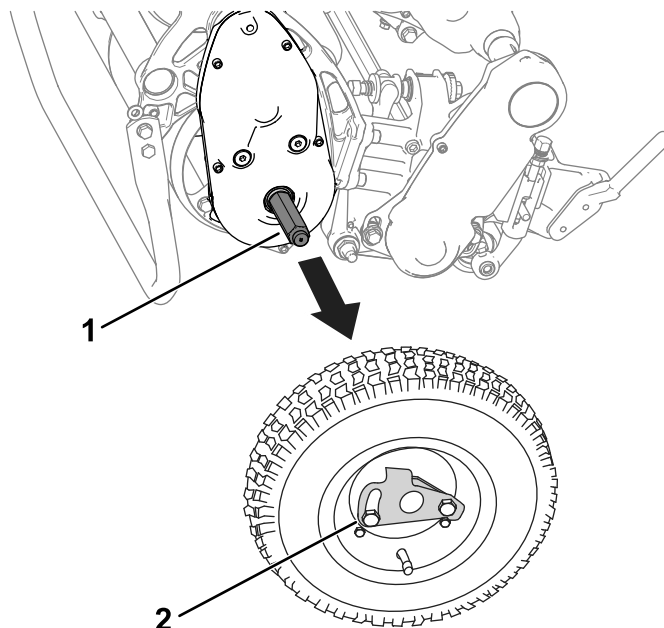

Bild 22
3. Entfernen Sie die Transporträder, indem Sie die Radbefestigungsclips aus den Achsen schieben (Bild 22).